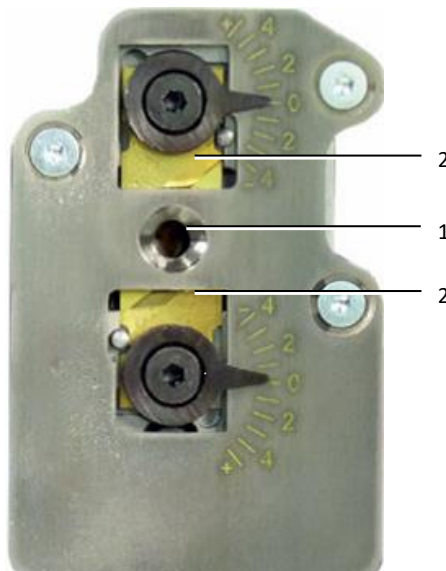

Bild 24: Avskalningsenhet
- Rengör området runt hålet (bild 24, pos. 1) med en pensel.
- Kontrollera knivarna (bild 24, pos. 2). Byt blad vid behov (jfr. avsnitt 8.3 "Byt avskalningskniven").